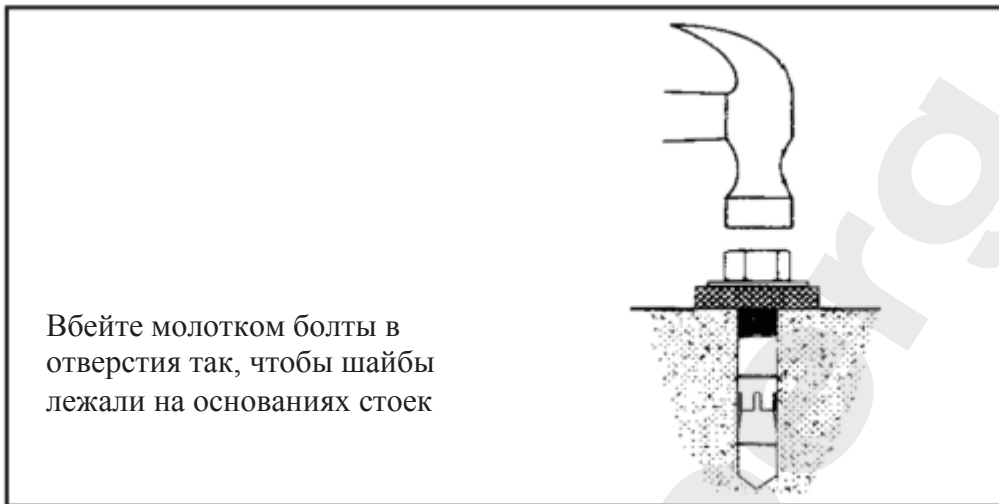

Рис. 15.3
4. Наденьте на анкерные болты шайбы и гайки, молотком вбейте болты в отверстия так, чтобы шайбы лежали на основаниях стоек. В случае если необходимо произвести выравнивание с помощью прокладок, убедитесь, что оставлено достаточное количество резьбы болта над поверхностью основания стойки (см. рис. 15.3).